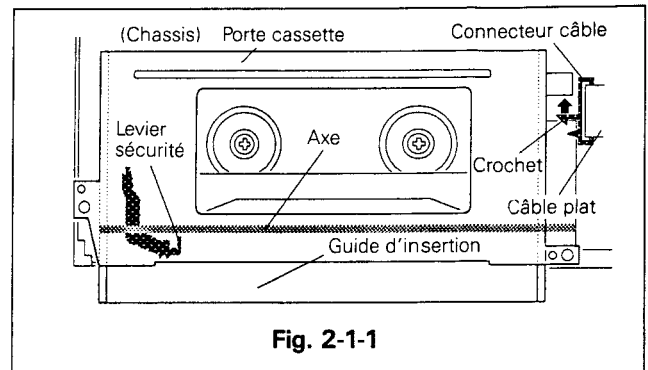

Fig. 2-1-1
2-1-1 DÉMONTAGE (Voir Fig. 2-1-1 ~ 2-1-2)
- Défaire le crochet qui maintient le câble puis ôter le câble provenant du porte cassette. (Fig. 2-1-1)
2-1-2 REMONTAGE (Voir Fig. 2-1-1 ~ 2-1-3)